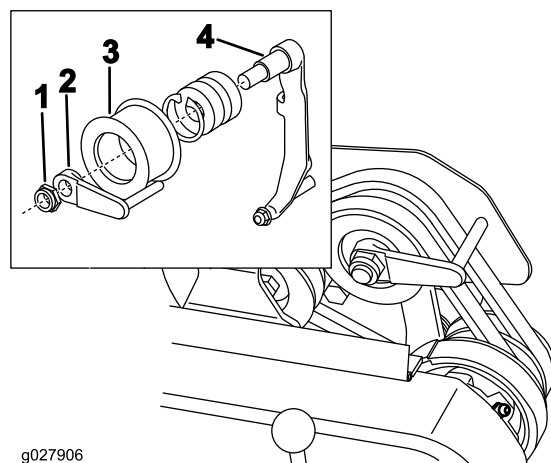

Bild 41
8. Wenn Sie das Schieben oder Ziehen der Maschine ohne Starten des Motors vereinfachen möchten, stellen Sie den Riemenführungseinsatz ein (Bild 41). Gehen Sie folgendermaßen vor: